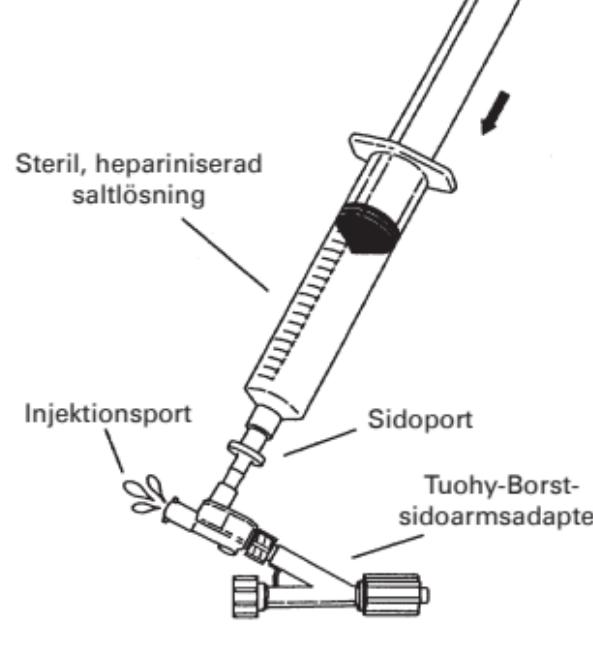

Fig. 2
4. Anslut dubbelspärrventilen till den genomskinliga Tuohy-Borst-adaptern. Tuohy-Borst-ventilen skall vara helt stängd. Anslut en 20 ml-spruta fylld med hepariniserad saltlösning till dubbelspärrventiladapterns sidoport och töm långsamt injektionsporten på luft. (**Fig. 2**)